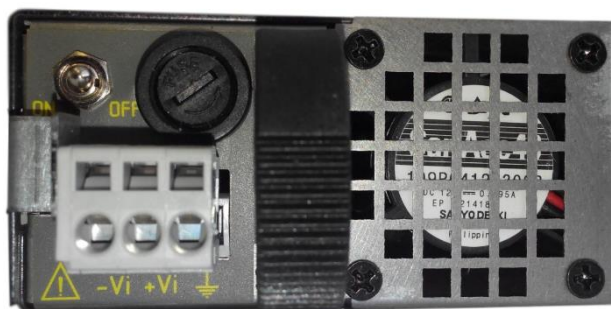
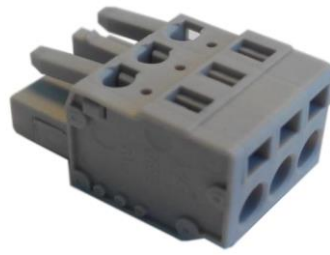

Рисунок 4.1. Полярность подключения проводов питания
Рисунок 4.2. Вилка питания
1. Соблюдая полярность (см. рис. 4.1), подключить провода питания к вилке (см. рис. Рисунок 4.2), которая поставляется в комплекте с БП. Цоколевка разъема (слева направо): - Vin (1-й контакт), + Vin (2-й контакт), корпусная земля или шасси (3-й контакт).